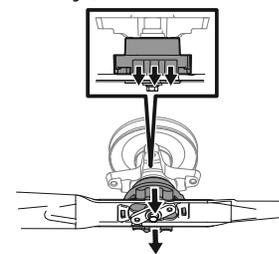

Figura 51
6. Cuando la cuchilla esté correctamente trabajada en su lugar, se escuchará un clic. Consulte la Figura 51.